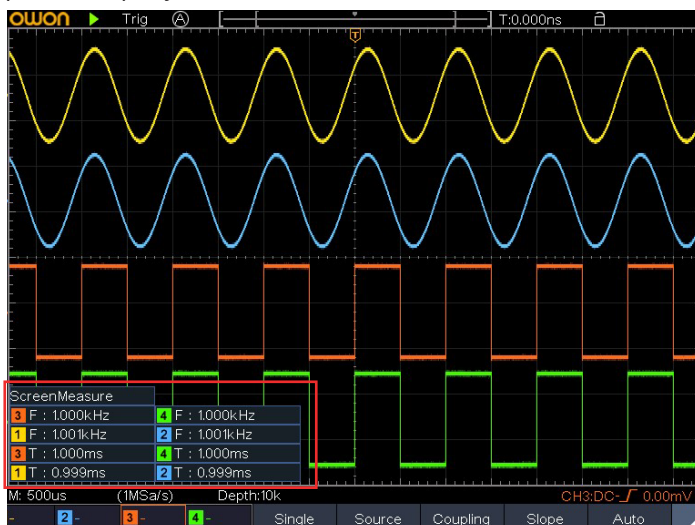

Рисунок 4-23 Автоматическое измерение
9. Измеренное значение будет автоматически отображаться в левом нижнем углу экрана (см. рисунок 4-23).